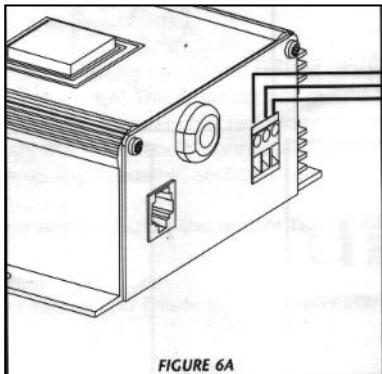

FIGURE 6A
Lucrand in conjunctura cu monitorul UV , controller-ul Platinum are o serie de contacte uscate. Cand monitorul UV arata ca apa nu este tratata adevarat si densitatea sistemului scade la 50%, dry contact este activat. Aceste contacte pot fi conectate pentru operatiunea normal inchisa (NC) sau normal deschisa (NO) (fig.6A).